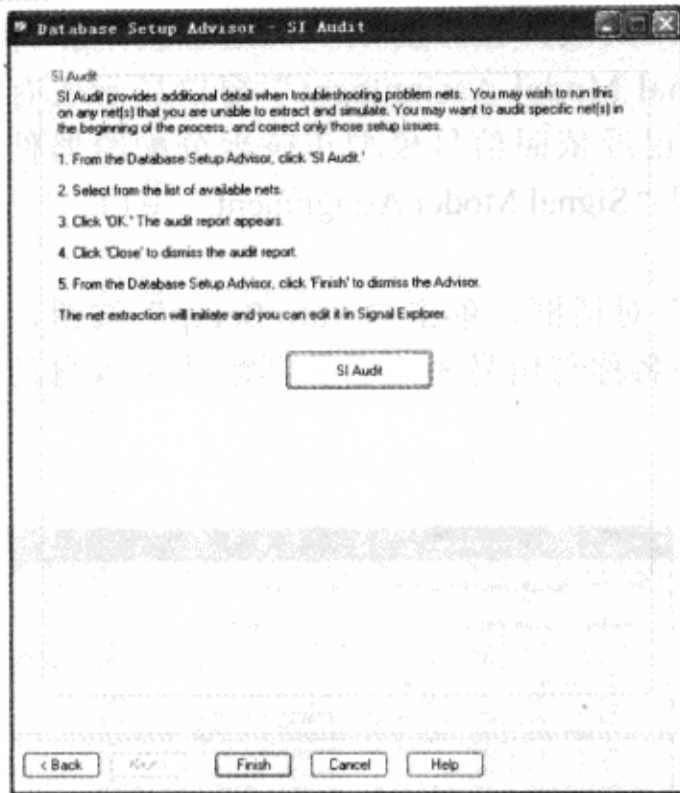

图 2-6-41 “Database Setup Advisor - SI Audit” 窗口
(1) 单击“Next”按钮，弹出“Database Setup Advisor - SI Audit”窗口，如图 2-6-41 所示。